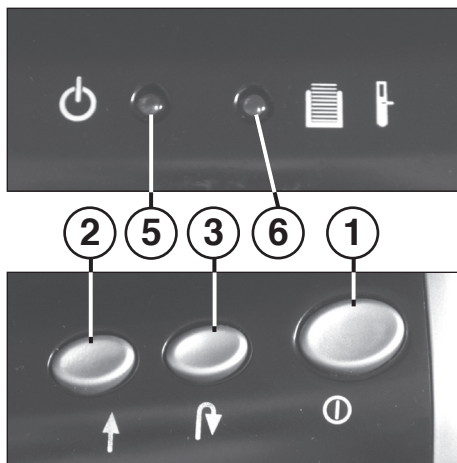

Fig. 1
- 1 = Interruptor de pressão „Pronto a funcionar“ (Fig. 1)**
- 2 = Tecla para frente (Fig. 1)**
- 3 = Tecla para trás (Fig. 1)**
- 5 = Indicação de controlo „Pronto a funcionar“ (Fig. 1)**
Acende quando o interruptor de pressão „Pronto a funcionar“ (Fig. 1) estiver ligado.
- 6 = Indicação de controlo (rubro / amarelo) (Fig. 1)**
Ligar a máquina no interruptor de pressão (1) (Fig. 1). A indicação de controlo (5) (Fig. 1) acende.
Quando o recipiente de recolha de papel está cheio, a máquina desliga de modo automático. Um som de sinalização soa. A indicação de controlo (6) (Fig. 1) acende (rubro).
- Puxar para fora na parte de baixo da carcaça o recipiente de recolha (9) com dispositivo especial de recolha (10).
- O som de sinalização emudece-se. A indicação de controlo (6) (Fig. 1) apaga.
Certifique-se de que o aparelho fica desligado noite (desligue o interruptor (1) (Fig. 1)).